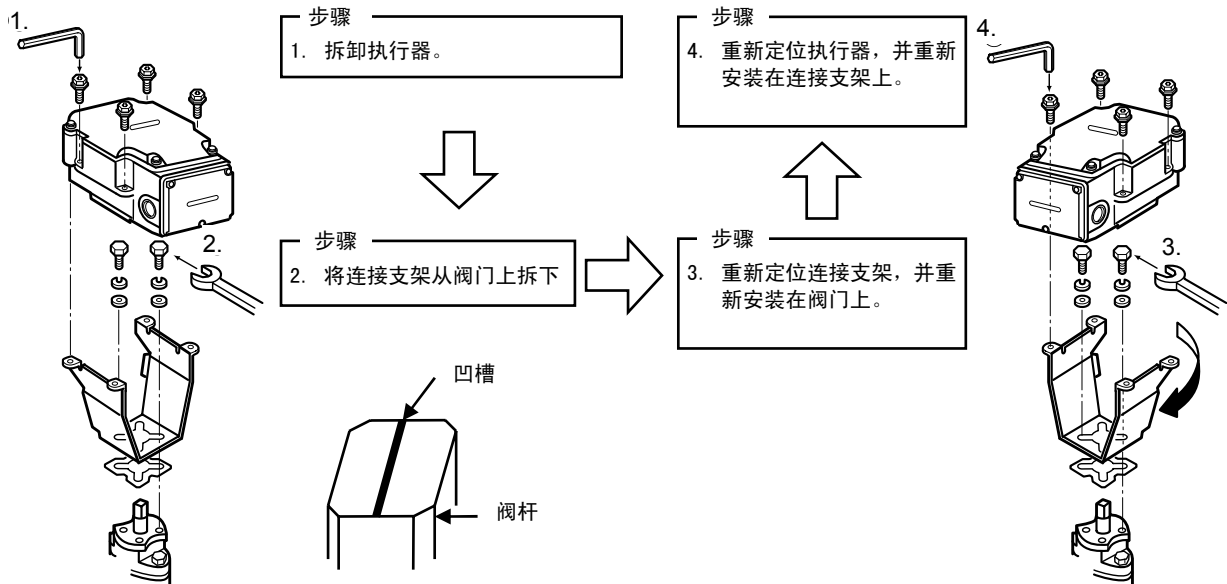

图 8 改变执行器的安装位置
- 2) 拆下连接执行器和连接支架的螺丝。拆卸执行器，使其与连接支架分离。[确认阀杆顶部的凹槽与配管平行（位于全开位置）]。<参见图 8 中的步骤 1>。
- 3) 拆下连接于连接支架和阀体的螺丝。<参见图 8 中的步骤 2>。
- 4) 将连接支架的方向更改为所需方向。执行器能以每 90 度进行水平旋转，以便符合阀门的安装位置（从出厂时的设置位置变成 0° /90° /180° /270°）。<参见图 8 中的步骤 3>。
- 7) 改变执行器的方向，并将其安装到连接支架上。<参见图 8 中的步骤 4>。